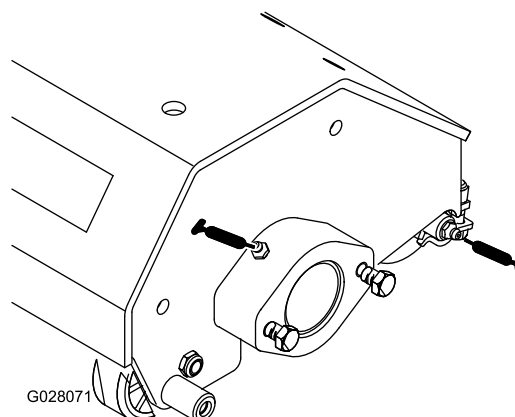

Figura 12
2. Applicare il grasso ai cuscinetti dell'albero dell'unità tri-roller e ai cuscinetti del rullo posteriore (Figura 12) fino a percepire la pressione.